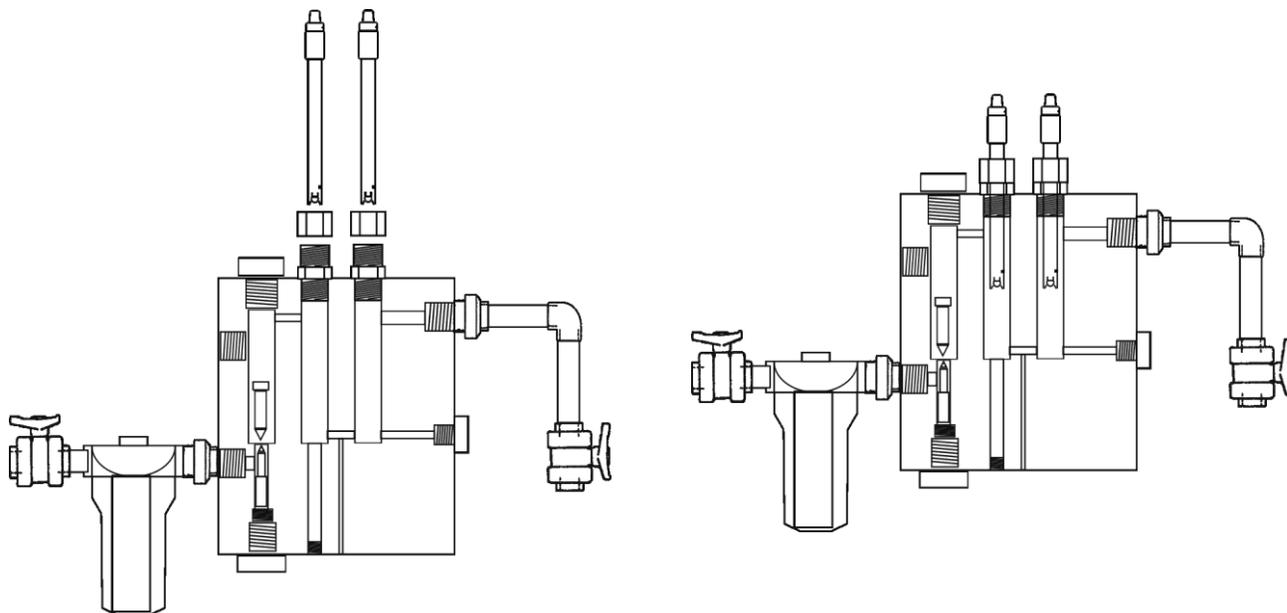

Fig. 10a, Ext-1E ( Ver fig 3)
1. Insertar los sensores de pH/ORP suministrados con el equipo en el correspondiente alojamiento del porta-sondas. EXT-1E (Fig. 10a) / EXT-2 (Fig. 10b).